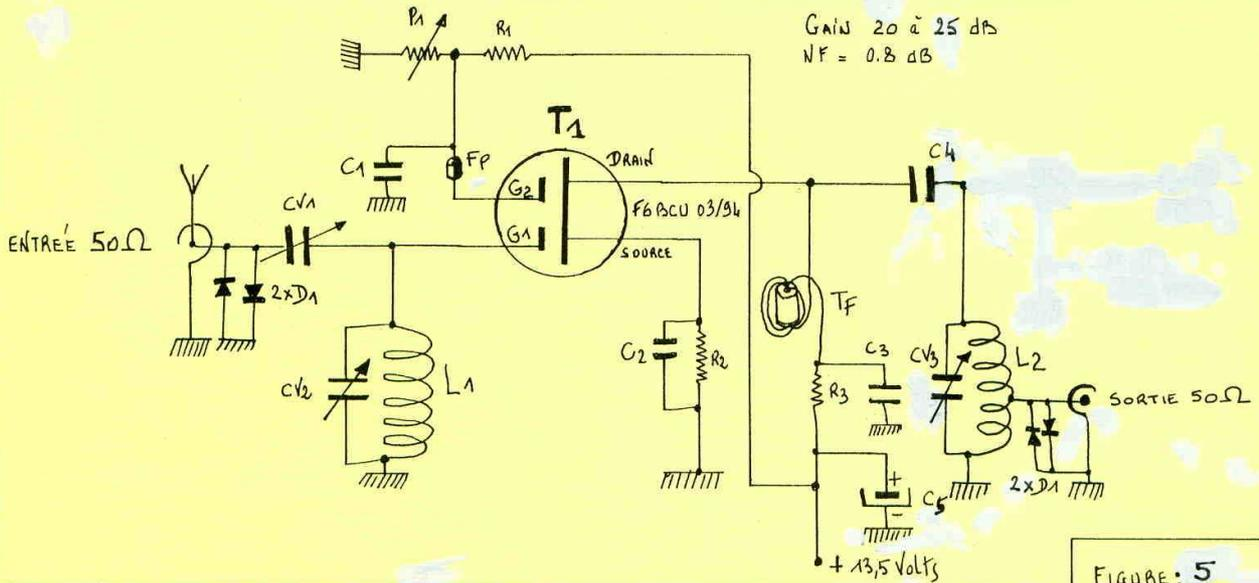

FIGURE: 5
2) Pour la deuxième (figure 5) version La bande passante est d'environ 1 Mhz . deux réglages sont nécessaires **un en haut de gamme , un autre en bas de gamme** .Par exemple pour la